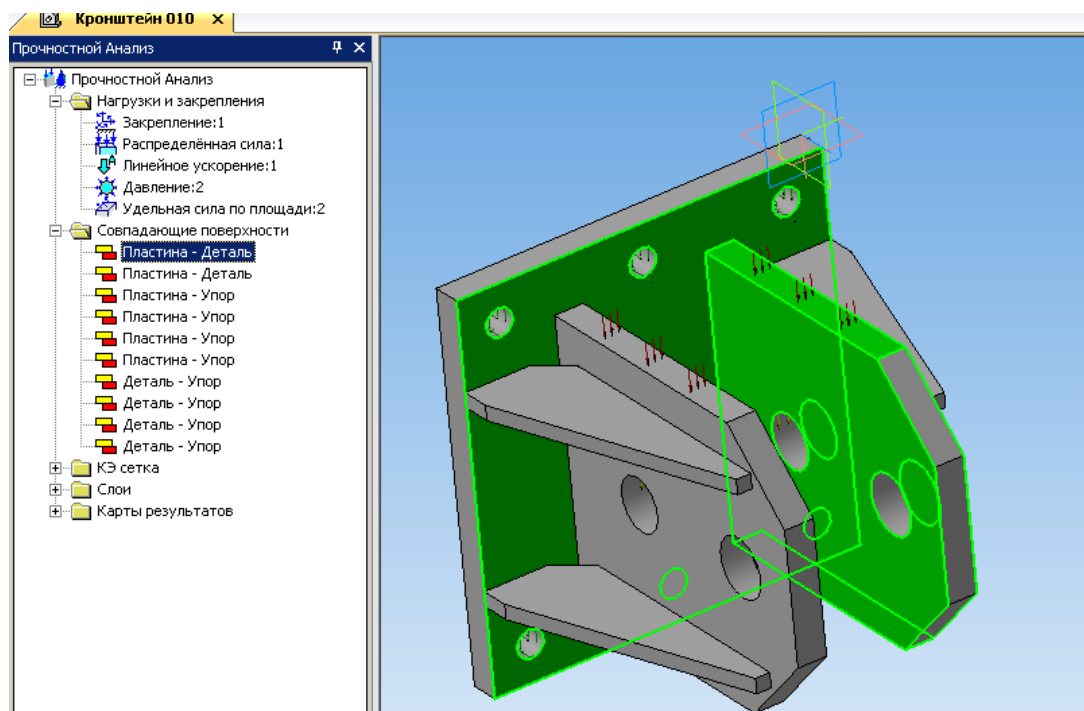

Рис. 2.9 Совпадающие грани
**Задать совпадающие поверхности** – команда осуществляет автоматический поиск совпадающих граней соприкасающихся деталей в сборке. После автоматического поиска все совпадающие грани будут размещены в дереве Прочностного анализа. При выборе в дереве они подсвечиваются на самой модели (Рис. 2.9). Таким образом, можно проконтролировать все автоматически созданные совпадающие грани.